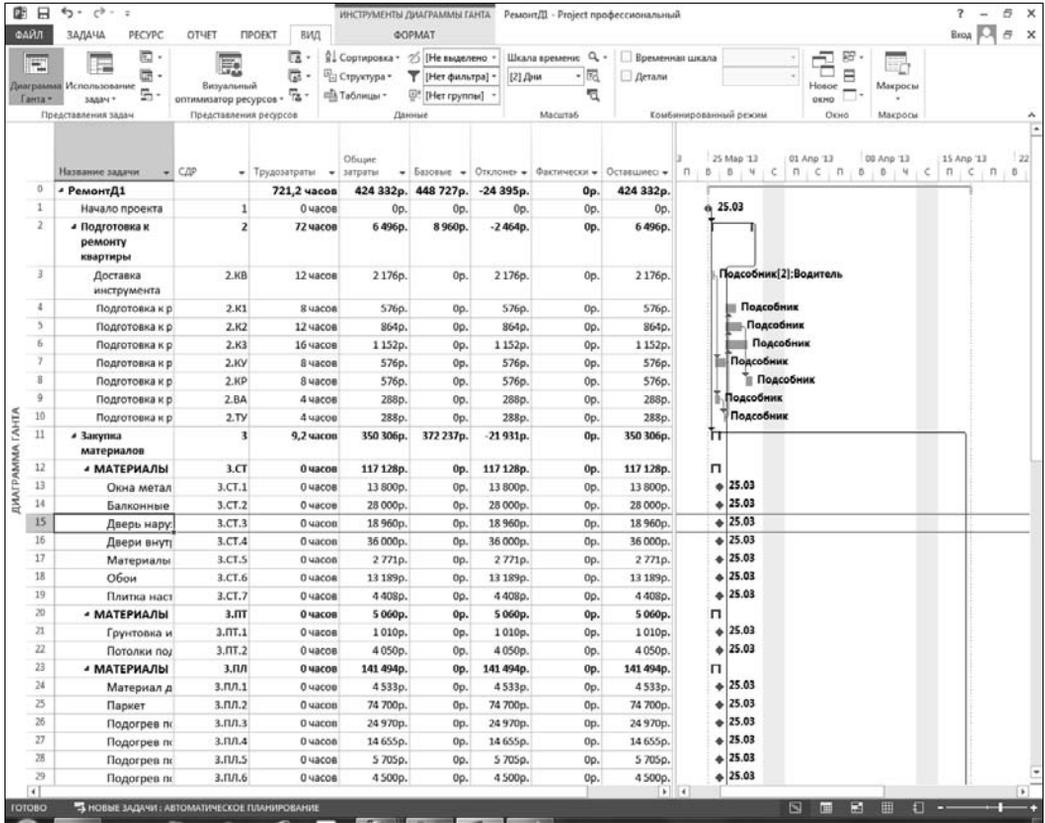

Рис. 7.1.6. Линейная диаграмма проекта-примера с введенным в него вторым пакетом детальных задач по закупке материалов (вид после окончания формирования)
14. Сохранить файл с именем РемонтД2.mpp. Вид экранной формы после выполнения описанных действий показан на рис. 7.1.6 (при этом выбрана таблица **Затраты**).